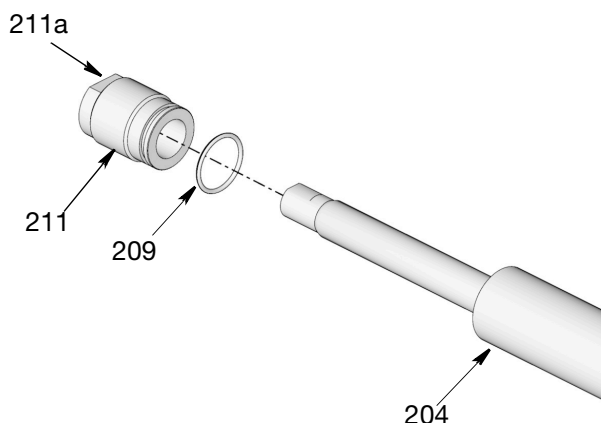

Рис. 43
15. Нанесите тонкий слой консистентной смазки на уплотнительное кольцо (209) и уложите его вокруг держателя уплотнения (211) (Рис. 43).
16. Вкрутите держатель уплотнения (211) в цилиндр насоса (204) с концом уплотнения установленным внутри цилиндра насоса, как показано на Рис. 43. Используйте гаечный ключ на гайке (211а) для надежной затяжки гайки переходника. Затяните с усилием 18 - 22 футов на фунт (24 - 30 Н-м)